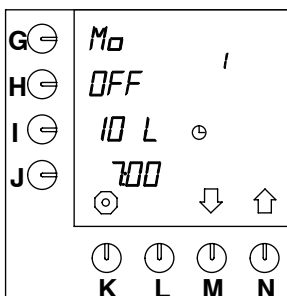

Fig. 12 Impostazioni standard preprogrammate
- Quindi sullo schermo viene visualizzato il **primo** orario preprogrammato **per il giorno seguente** (fig. 12).
- Quindi sullo schermo viene visualizzato il successivo orario impostato (vedere fig. 12 )